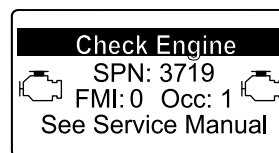

Figura 54
- Avvertenza motore SPN 3719, FMI: 0 (Figura 54)